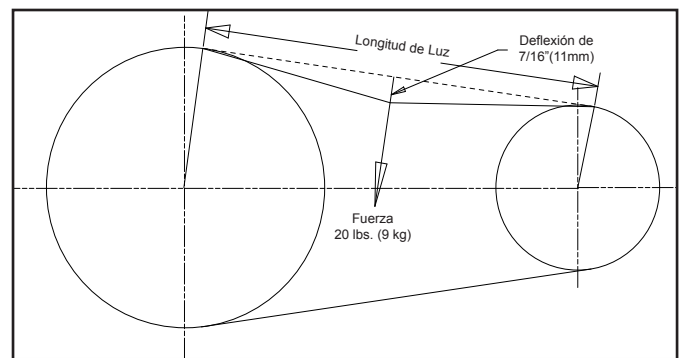

Figura 5.4 - Tensión de la correa
6. Deslice el motor hacia adelante hasta que la deflexión de la correa sea de 7/16" (11 mm) cuando se coloque una carga de 20 lb (9 kg) contra la correa (Figura 5.4).
7. Aleje el eje transversal del bastidor hasta que la deflexión de la correa sea de 7/16" (11 mm) cuando se coloque una carga de 20 lb (9 kg) contra la correa. (Figura 5.4). Asegúrese de que el eje transversal está alineado paralelo al eje del rotor antes de apretar los pernos que fijan los cojinetes de soporte al bastidor de la chipeadora.